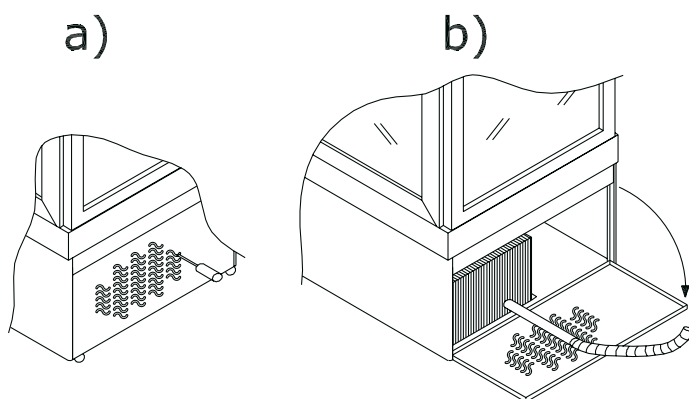

fig. 4.1
1. Apagar el interruptor general (B).
3. Abrir la puerta inferior pequeña (ver 'Mantenimiento' Fig. 4.1).
El condensador tiene que ser limpiado luego periódicamente utilizando un normal pincel seco o mejor una aspiradora. (Fig. 4.1 - b).
Para poder acceder al condensador actuar a palanca, con un destornillador (Fig. 4.1 - a), en uno de los trozos puestos sobre la parrilla anterior del zueco, o bien remover las vides que paran la parrilla, luego abrir la misma girando sobre los goznes que la vinculan al telar de la máquina, en el sentido de la flecha le representado en Fig. 4.1 - b.